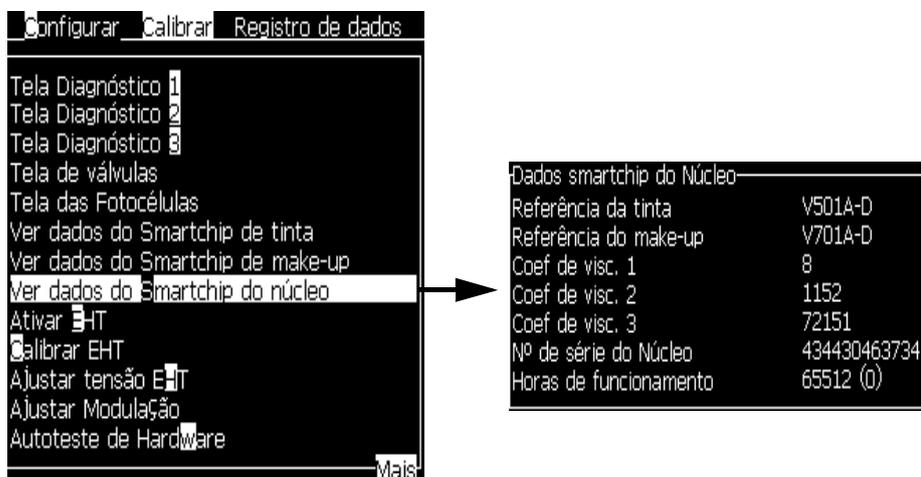

Figura 4-17: Exibir dados de chip inteligente da tinta
- 1 Selecione "*Exibir dados de chip inteligente da tinta*" do menu "*Calibração*" (Figura 4-17) para visualizar o tempo de funcionamento do núcleo de tinta em horas. Essa informação só é redefinida quando o núcleo de tinta é trocado.